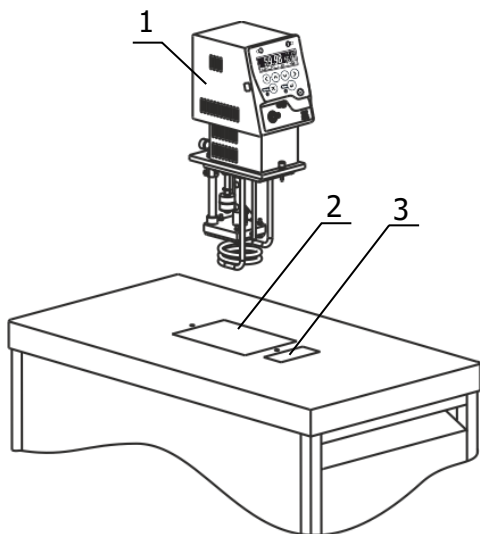

Рисунок 2 — Установка блока регулирования
2.2.3 Погрузить блок регулирования температуры 1 в отверстие 2 (рисунок 2) и закрепить его винтовыми фиксаторами на крышке термостата.
2.2.5 Заполнить ванну термостата теплоносителем через заливное отверстие 3 (рисунок 2) до момента начала слива теплоносителя из переливного штуцера 12. Температурный диапазон применения теплоносителя должен соответствовать значениям, указанным в 1.2.5.